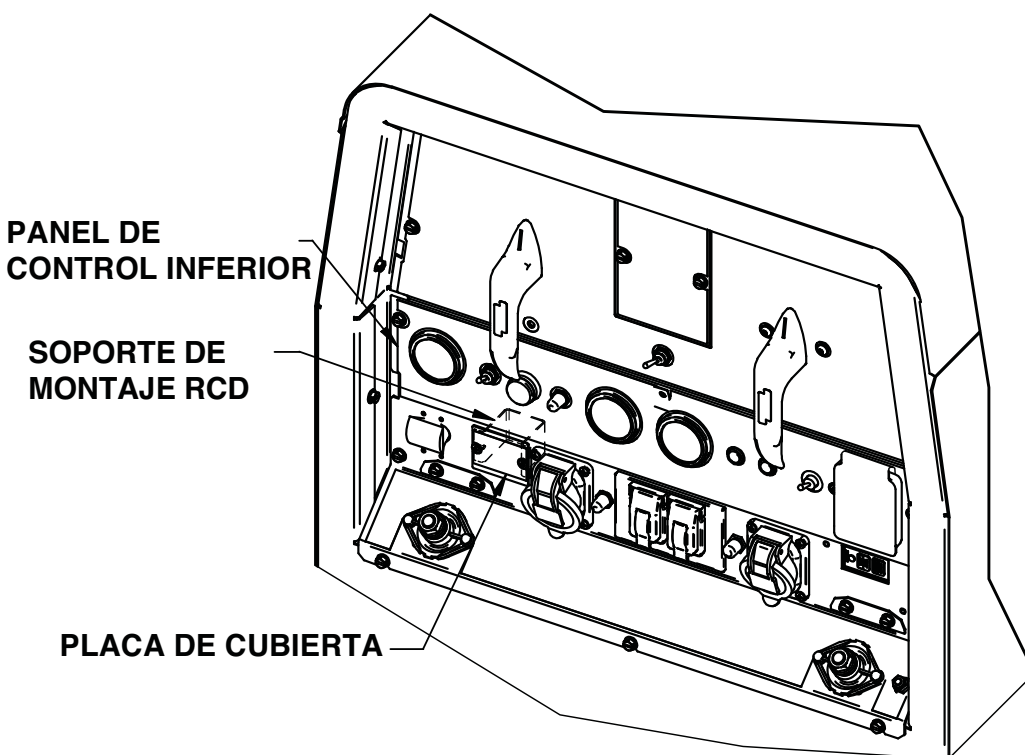

FIGURA 1
3. MIENTRAS SOSTIENE EL SOPORTE DE MONTAJE RCD REMUEVA LOS DOS TORNILLOS QUE ASEGURAN LA PLACA DE CUBIERTA Y SOPORTE DE MONTAJE RCD. PONGA EL SOPORTE DE MONTAJE RCD Y TORNILLOS A UN LADO, Y DESECHE LA PLACA DE LA CUBIERTA. (VEA LA FIGURA 1).